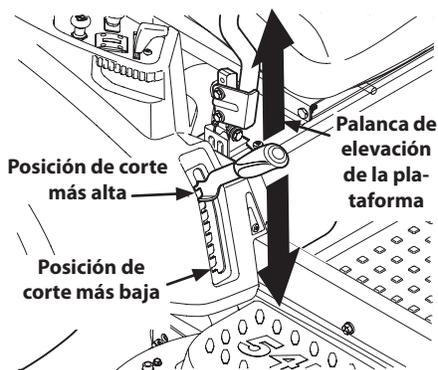

Figura 4-10
- a. Usando la manija de elevación de la plataforma, levante la plataforma a la posición que le ofrece mayor recorrido horizontal de la correa entre las poleas locas de la plataforma y la polea de la PTO en la base del motor. Consulte Figura 4-10.
- d. Baje la plataforma hasta la posición de corte más baja usando la manija de elevación de la plataforma. Consulte Figura 4-10.
- e. Baje la plataforma hasta la posición de corte más baja usando la manija de elevación de la plataforma. Consulte Figura 4-10.
- Ubique la manija de elevación de la plataforma en la posición de corte más elevada y deslice la plataforma hacia afuera desde abajo del tractor. Consulte Figura 4-10.
- Coloque la manija de elevación de la plataforma en la posición de corte más elevada. Vea la Figura 4-10.